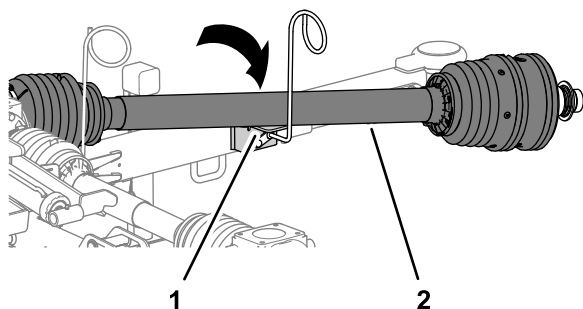

Figure 9
- Placez l'arbre de transmission de la PDF sur l'appui prévu à cet effet sur le guide-flexible (Figure 9).